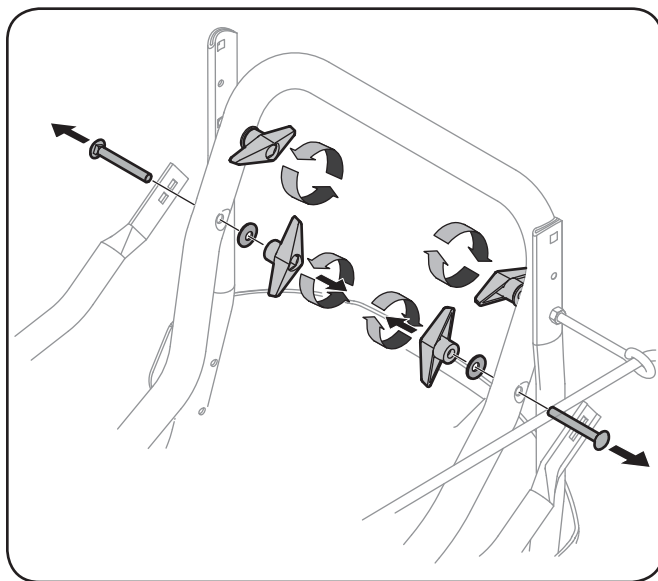

Figura 3-1
2. Retire la tuerca de mariposa inferior, arandela Belleville y perno del carro de cada lado de la manija superior, como se muestra en la Figura 3-1.